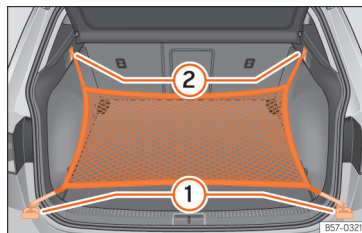

Fig. 176 Na bagageira: argolas ① e ganchos ② para fixar o saco de rede.
- Fixe os ganchos curtos da rede nas argolas de fixação »» » **Fig. 176 ①** »» » . O fecho de correr do saco deve ficar voltado para cima.
- Fixe as fitas nos ganchos para prender sacos ②.